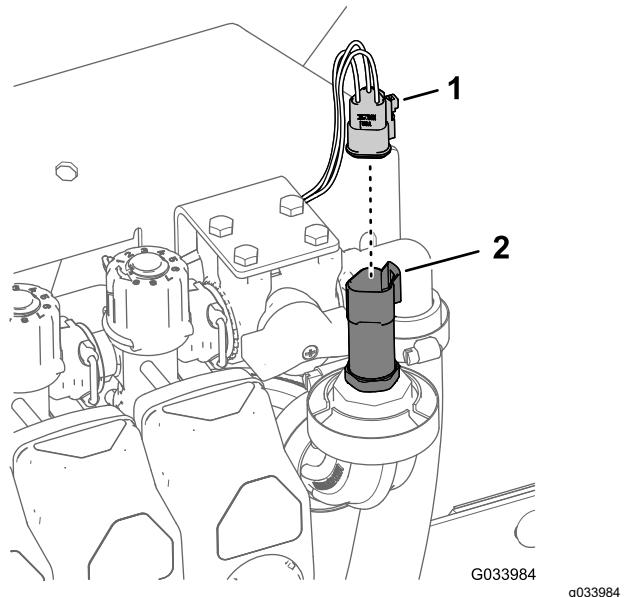

Figura 9
1. Desconecte el conector hembra de 3 vías del transductor de presión (Figura 9).